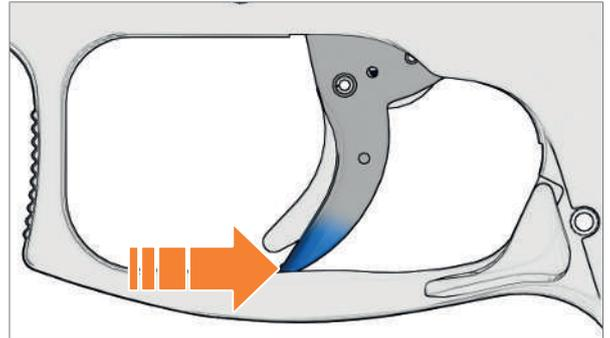

Abb. 21: Abzug nach hinten drücken
1. Abzug nach hinten drücken, die Abzugssicherung dabei nicht betätigen (Abb. 21).